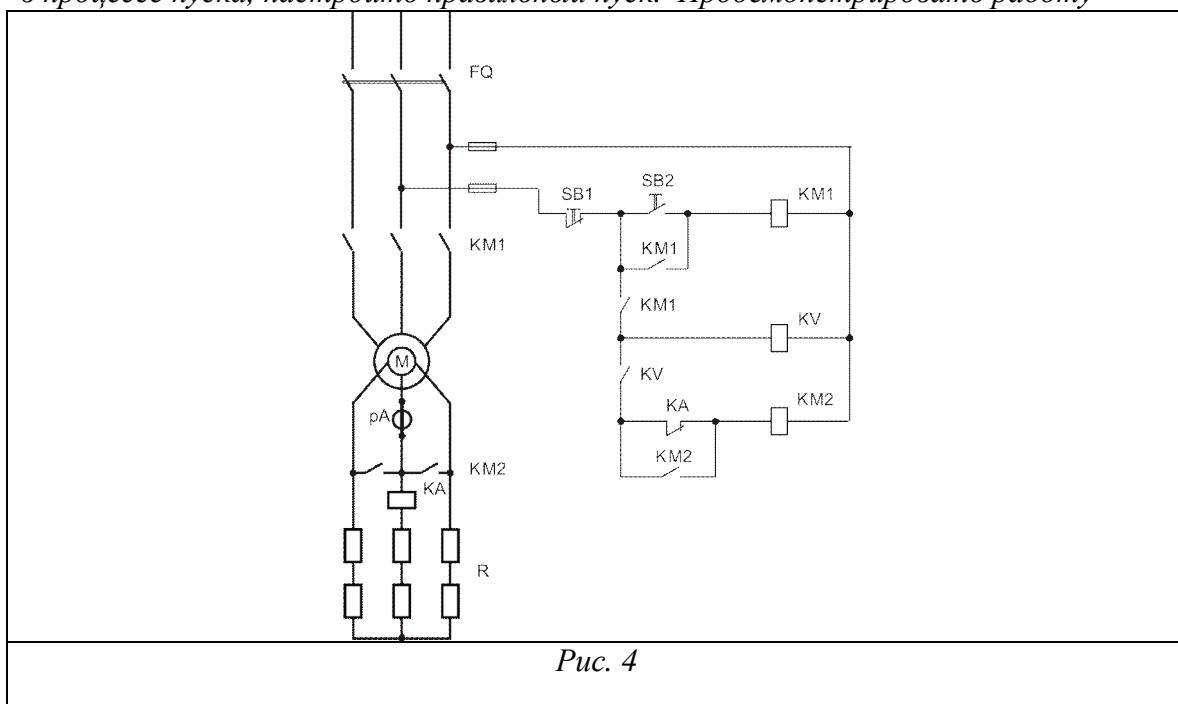

Рис. 4
4. Определить состав схемы (рис. 4), найти элементы схемы на щите. Собрать схему управления, проверить работу. Собрать силовую схему, проверить работу двигателя в процессе пуска, настроить правильный пуск. Продемонстрировать работу